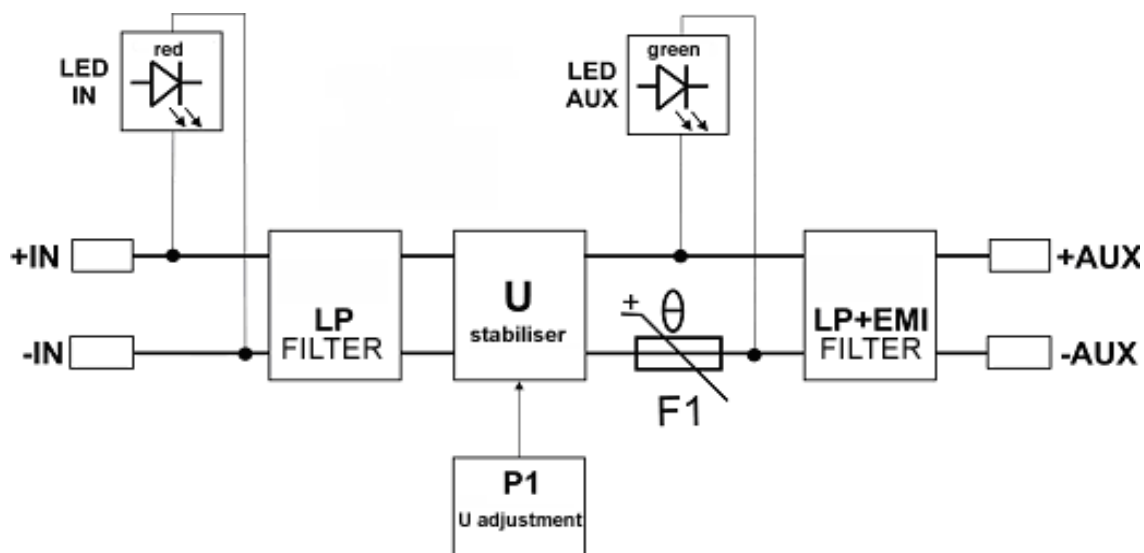

Fig. 1. Schéma fonctionnel du réducteur de tension.
1.2. Schéma fonctionnel (fig.1).